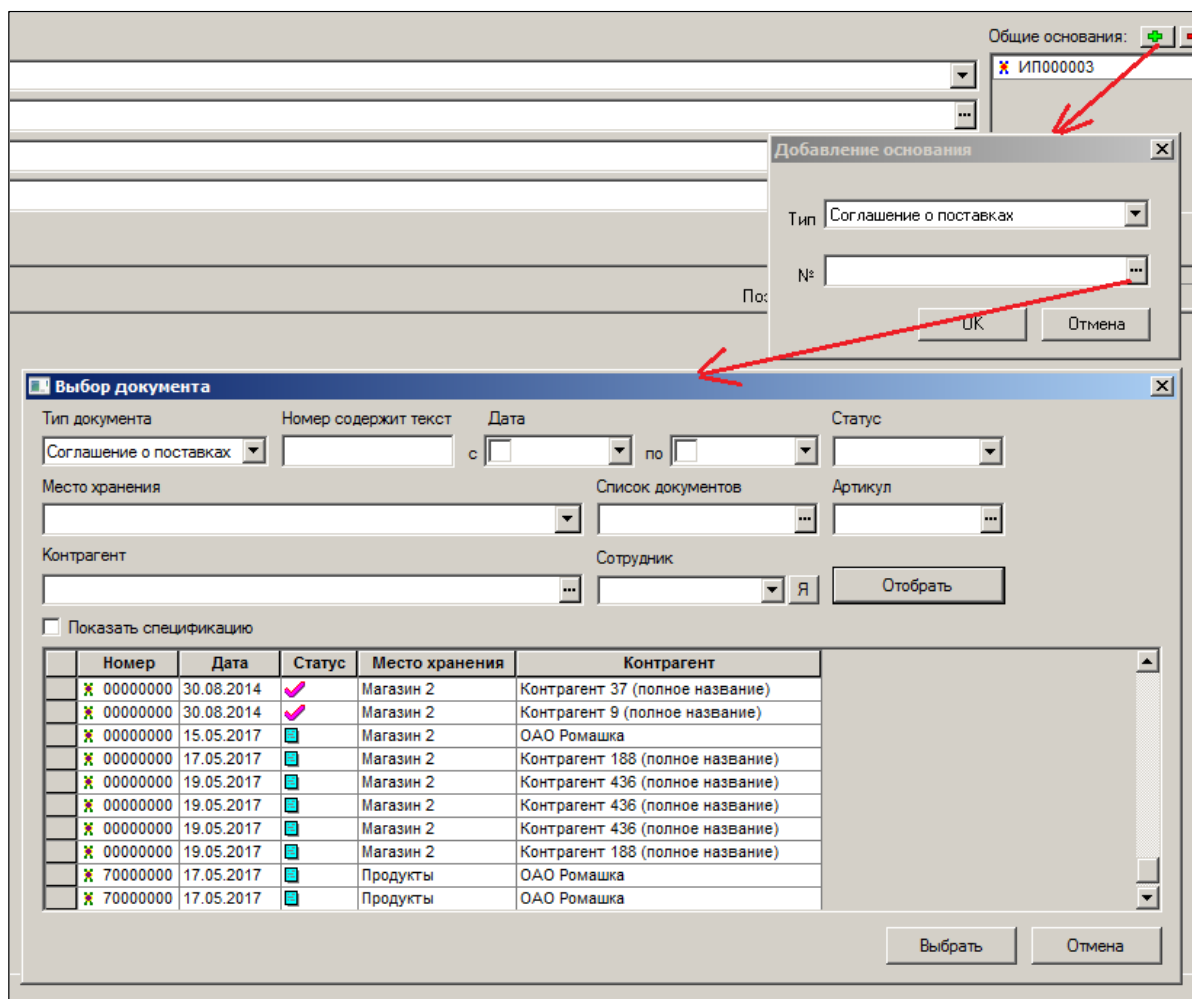

Рисунок 9 – Выбор документа-основания
- **Общие основания** (Рисунок 9) – документ, служащий основанием создания данного документа.
Например, если в качестве основания заказа выбран «Контракт с поставщиком», то ТС предложит отобрать соответствующий документ из списка после нажатия на кнопку **Отобрать** (см. Рисунок 9). При отборе документов-оснований можно сузить их перечень установкой параметров-фильтров (**Номер содержит текст**, **Дата**, и т.д.).